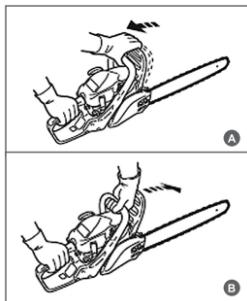

Рис. 6 Проверка механического тормоза цепи
3. Используя тормоз цепи, переместить левое запястье от себя и нажать им на ручку тормоза, не отпуская рукой переднюю рукоятку пилы (Рис. 6В).
6. Взведите ручку тормоза (Рис. 6А).